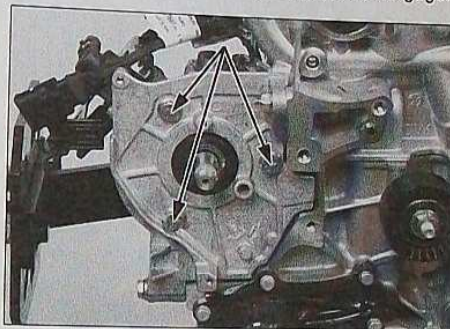

FIG. 20
- Déposer les 3 fixations avant (Fig.20), avec le support arrière (3) (Fig.19) de la pompe puis la dégager.